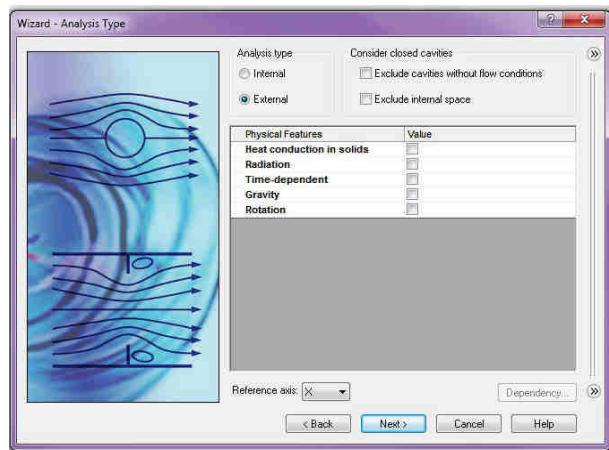

Fig. 15.7
• În fereastra **Wizard - Analysis Type**, fig. 15.7, se selectează tipul de curgere, în acest caz **External**. În această fereastră se pot specifica tipuri de procese fizice avansate, ceea ce nu este cazul pentru proiectul curent.